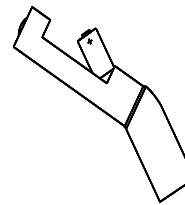

Abbildung 7
4. Legen Sie die erste Batterie wie in Abb. 7 gezeigt mit der (+) und (-) Markierung ein.